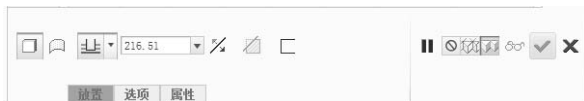
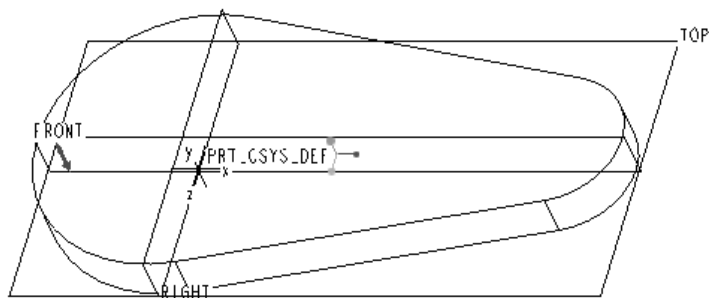

图 3.12 【拉伸】操控板
图 3.27 圆柱体 B 生成方向
(1) 从【形状】操控板中单击【拉伸】按钮 ，系统显示【拉伸】操控板，如图 3.12 所示。
(1) 单击【形状】操控板中【拉伸】按钮，系统显示【拉伸】操控板，如图 3.12 所示。
(2) 在【选项】弹出菜单中选择单侧的，即只在【侧 1】中选择一个方向，从而单向生成平板 A 特征。
(3) 在操控板中单击【放置】按钮，在弹出面板中单击【定义】按钮，系统会弹出【草绘】对话框，提示用户设置草绘平面。选取 TOP 为草绘平面，系统以箭头提示拉伸的生成方向，如图 3.27 所示。这里不做设置，采用【正向】方式。系统提示选取草绘放置平面，选择 RIGHT 平面。